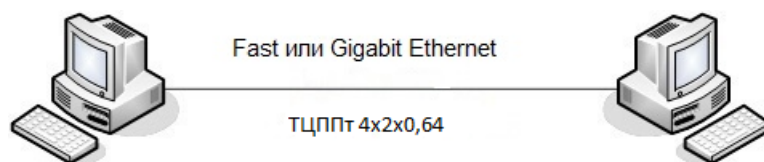

Рис.1. Схема стенда для испытания кабеля
Схема стенда для испытания кабеля представлена на рис. 1.
1. Подготовить необходимое для проведения испытаний оборудование в соответствии со схемой, приведённой на рис. 1.